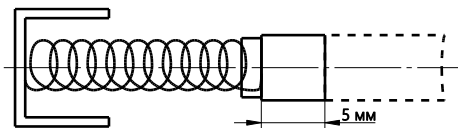

Рисунок 14. Щетка токосъёмника
- замените щётки, если графитовая поверхность щеток изношена и их длина меньше 5 мм (рис. 14);